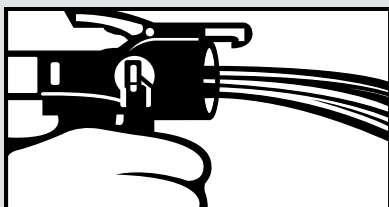

Figure 3
4. Purger le circuit dans un conteneur à déchets en activant la gâchette du pistolet Insta-Flo™ (voir figure 3). Les deux lignes de produits chimiques doivent avoir un débit égal pour obtenir une mousse de bonne qualité. Lorsque le débit est identique pour les deux sorties, relâcher la gâchette, nettoyez les traces de produit chimique sur l'embout du pistolet avec un chiffon propre et appliquez une nouvelle couche de vaseline.